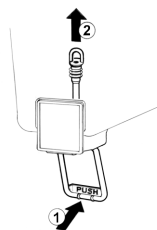

figura 2
5 **Grifo con tubo de goma:** empujar la palanca mando grifo (1) y sacar (2) el tubo goma de salida desde su situación vertical en el fondo del contenedor (ver figura 2).